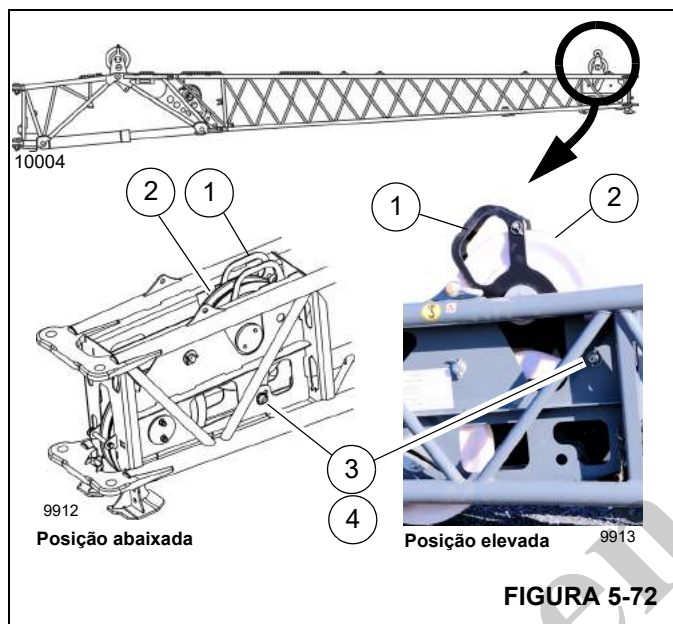

FIGURA 5-72
- a. Segure a alavanca (1, Figura 5-72) do conjunto de polias do mastro (2). Remova o grampo de retenção (3) e o pino (4).
- b. Eleve o conjunto do mastro (2) até que os orifícios de conexão estejam alinhados.
- c. Insira o pino (4) e prenda com o grampo de retenção (3).
- b. Abaixar o mastro (4). Certifique-se de que os orifícios dos pontos de conexão estejam alinhados.
- c. Insira o pino (3). Prenda o pino com o grampo de retenção (2).
- a. Segure a alavanca (1, Figura 5-72) do conjunto de polias do mastro. Remova o grampo de retenção (3) e o pino (4).
- b. Abaixar o conjunto do mastro (2) até que os orifícios de conexão estejam alinhados.